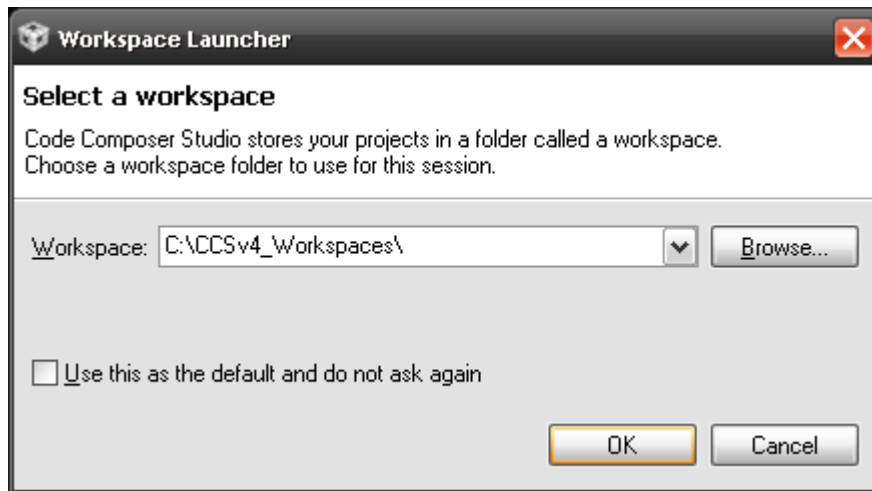

图 3-1. 选择一个 CCS 工作区
1. 如果您还没有这么做，请从 MSP-EXP430F5438 工具页面 MSP-EXP430F5438(A) 示例软件 (SLAC227) 中下载示例代码。
5. 打开 CCS 并选择一个工作区目录（请见图 3-1）。